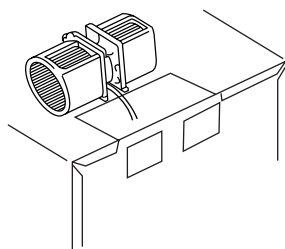

Fig. 1-3-1
- (3) Soulever délicatement le ventilateur et le déposer sur l'appareil (Fig. 1-3-1).